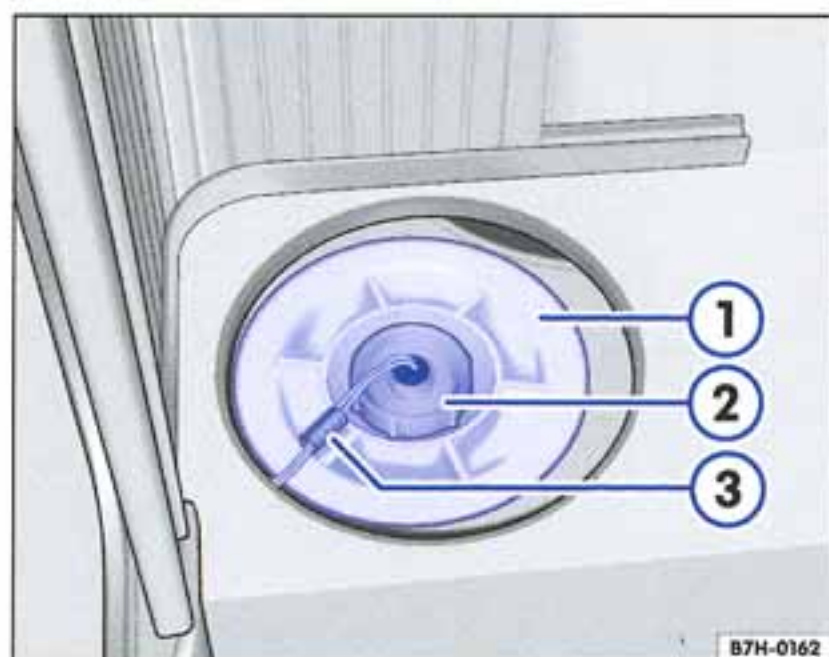

Fig. 43 Regard de nettoyage du réservoir d'eau propre
Le regard de nettoyage est accessible par la porte de la penderie. Le regard de nettoyage du réservoir d'eau propre se trouve sur le dessus du réservoir. Dévissez le couvercle ⇒ fig. 43 ① du regard de nettoyage en le tournant vers la gauche.